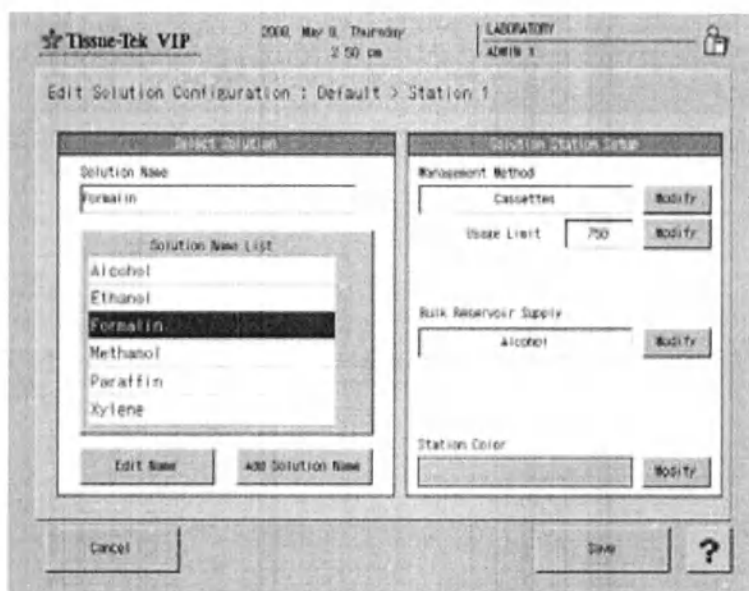

Рис. 69 Изменение конфигурации растворов
19. Нажмите на кнопку станции, чтобы установить названия растворов. Появится экран «Edit Solution Configuration > Solution Station «...»» (Изменение конфигурации растворов > Станция «...») (Рис. 69).
«**Usage Limit**» (Предел использования). Чтобы изменить предел, нажмите кнопку «**Modify**» (Изменить) (Рис. 69).